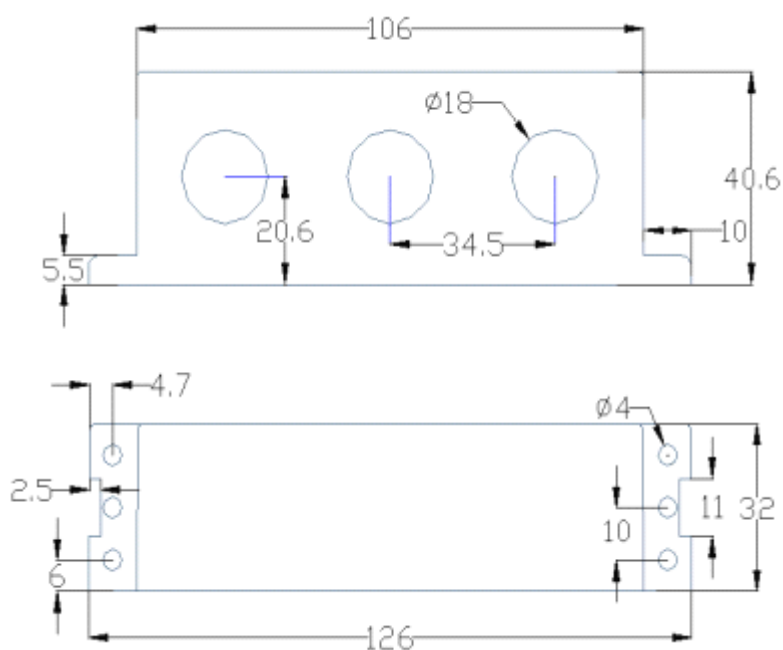

图 9 100A 及以下规格电流互感器外形尺寸
5.3.1 100A 及以下规格电流互感器外形尺寸如图9所示（单位：mm）：